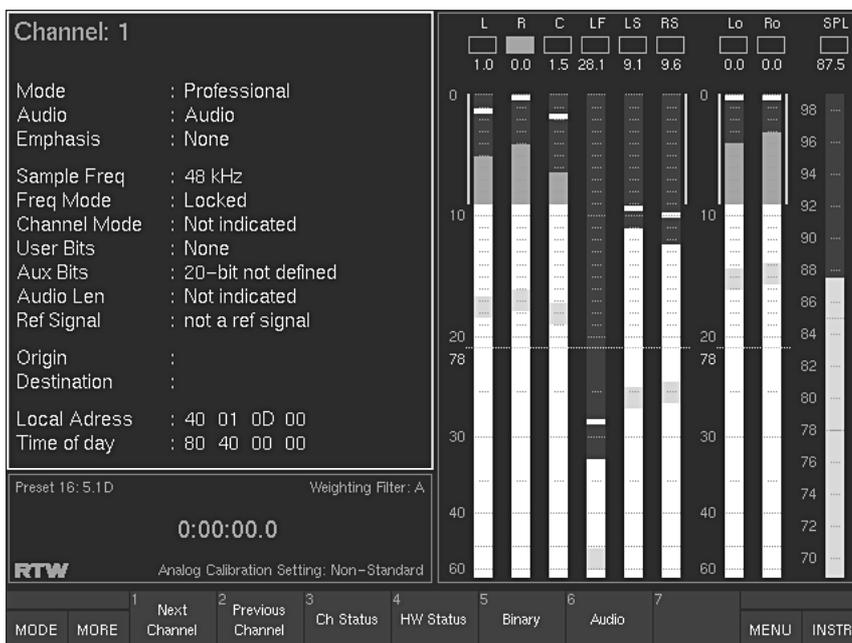

Bild 3-22: Bildschirmanzeige bei Anwahl des Instrumentes AES/EBU
(Schaltflächen/Tasten 1 und 2, siehe Bild 3-22)
(Schaltfläche/Taste 3, siehe Bild 3-22 – Toggle-Funktion mit „Binary“)
(Schaltfläche/Taste 4, siehe Bild 3-22)
(Schaltfläche/Taste 5, siehe Bild 3-22 – Toggle-Funktion mit „Ch Status“)
3.12.5. Funktion „Audio“ (Schaltfläche/Taste 6, siehe Bild 3-22)